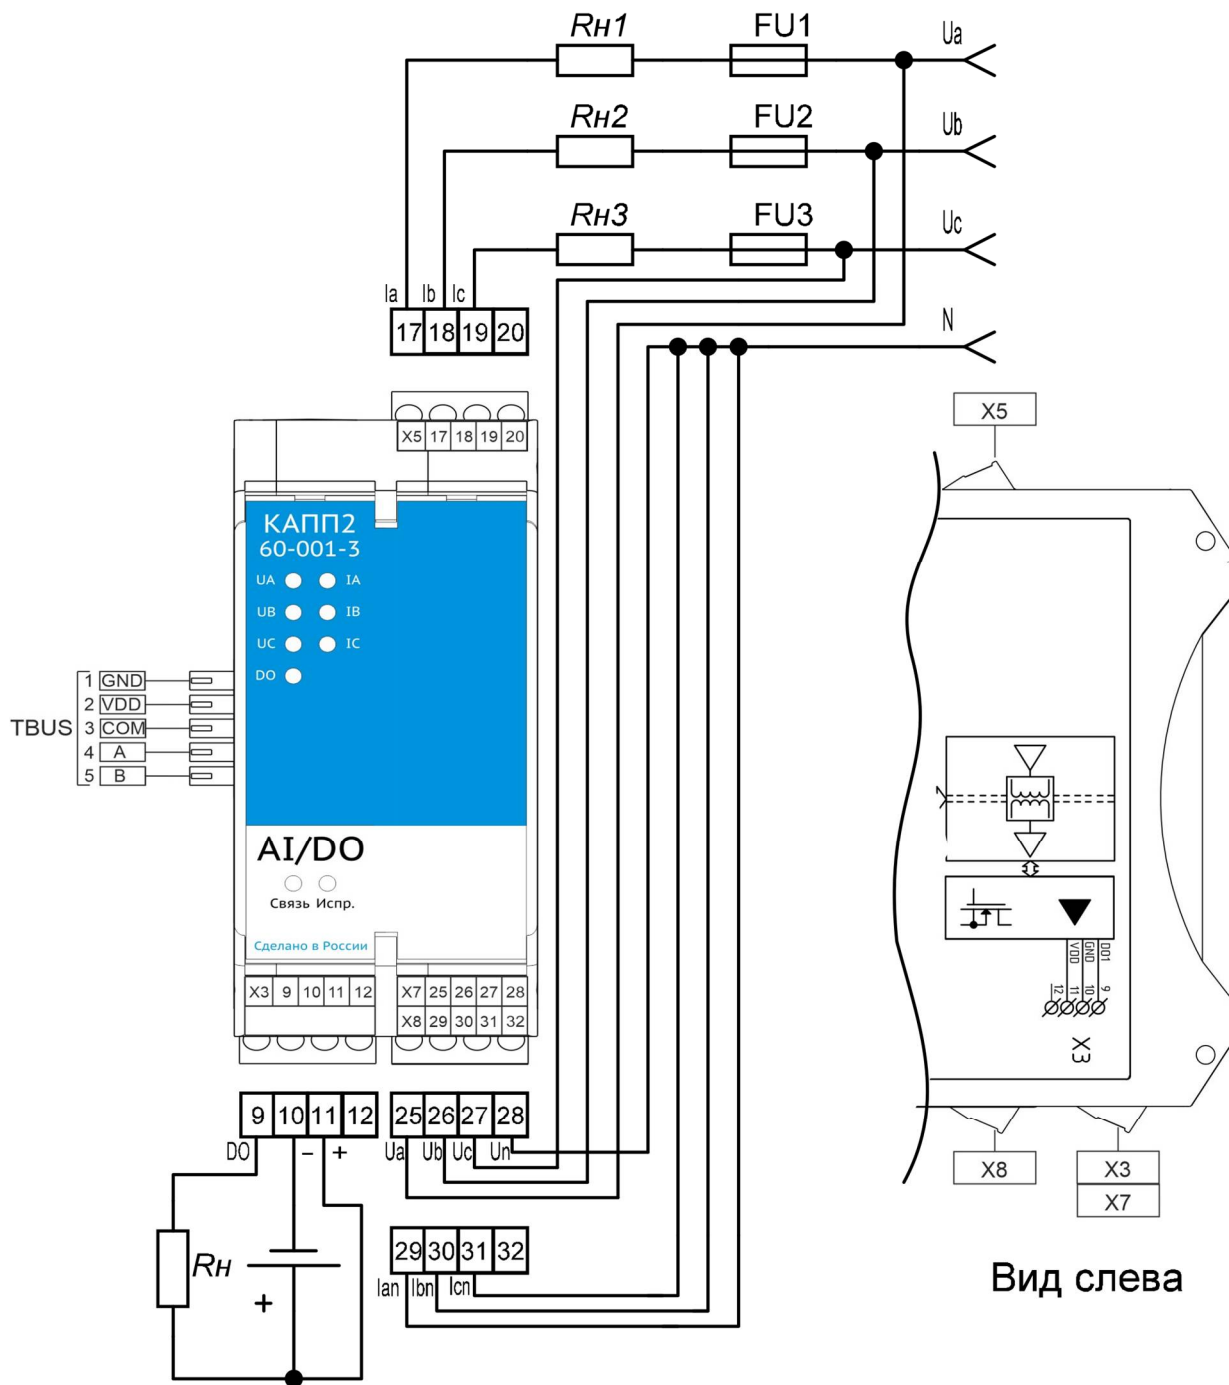

Рисунок 2 – Схема соединений модуля КАПП2-60-001-3 при прямом подключении
2.2.2.1 Питание модуля следует осуществлять от локального блока питания подходящей мощности, установленного совместно с модулем в шкафу электрооборудования. Во внешней цепи блока питания рекомендуется установить выключатель, обеспечивающий отключение модуля от сети. Подключение питания осуществляется через шину TBUS (см. рисунок 2 или 3).